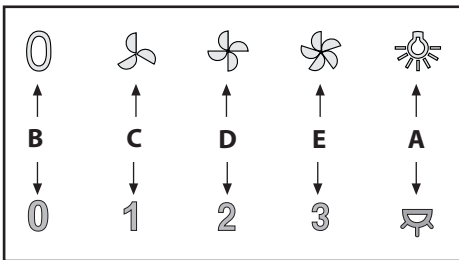

Fig.9
**• Органы управления (Рис.9) Механические:**